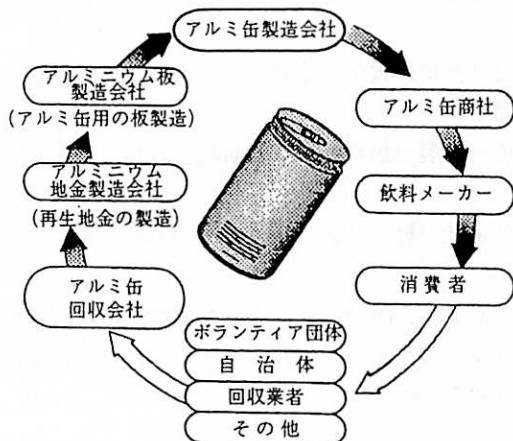
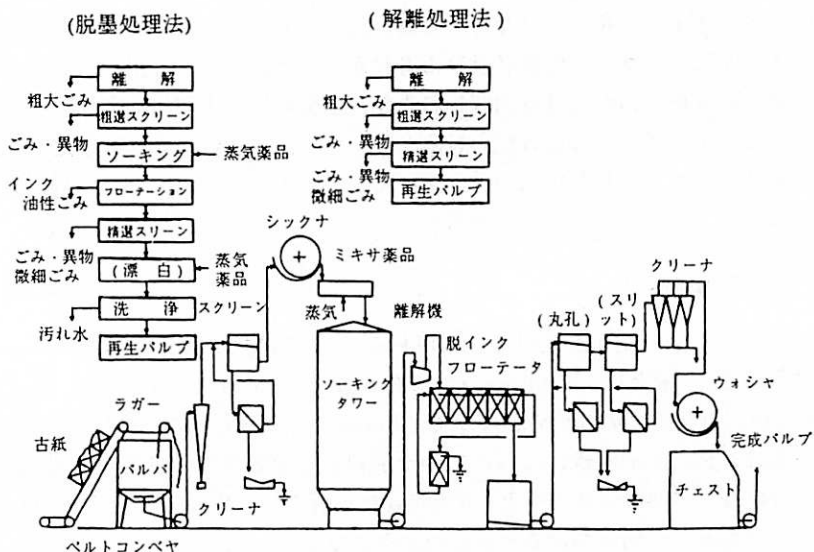

図1 アルミ缶のリサイクルルート
図2 古紙パルプの製造工程
- ②原料回収 1 アルミ缶は有価物として回収し、再生する（図1参照）。スチール缶も同様にして再生する。再使用の困難な空びんは材質ごとに分別し、さらに色分けして破碎・洗浄し、カレットとしてガラス製造の際の原料に使用する。古紙は回収後、選別、離解、除じん、脱インクなどを行ない、種々の異物を除去して（図2）漂白し、上質紙と混合して再生する。なお、段ボールは大部分が古紙からつくられる。
- ③変換回収：下水汚泥や水産副産物は有害成分の含有量など政令に適合すれば肥料の原料として使用することが可能になった。生ゴミのコンポスト化も行なわれている。可燃ゴミの焼却灰をタイルやレンガの原料にしたり、道路の路盤材やコンクリート骨材に利用する試みも広く行なわれている。
- ①燃料化：主として廃プラスチックを500℃程度に加熱して油化、または700℃以上の高温に熱してガス化する。また、再生困難な古紙、非塩素系廃プラスチック、木くずなどを機械的に圧縮固化して固形燃料にする。この固形燃料をRDF（Refuse-Derived Fuel）という。